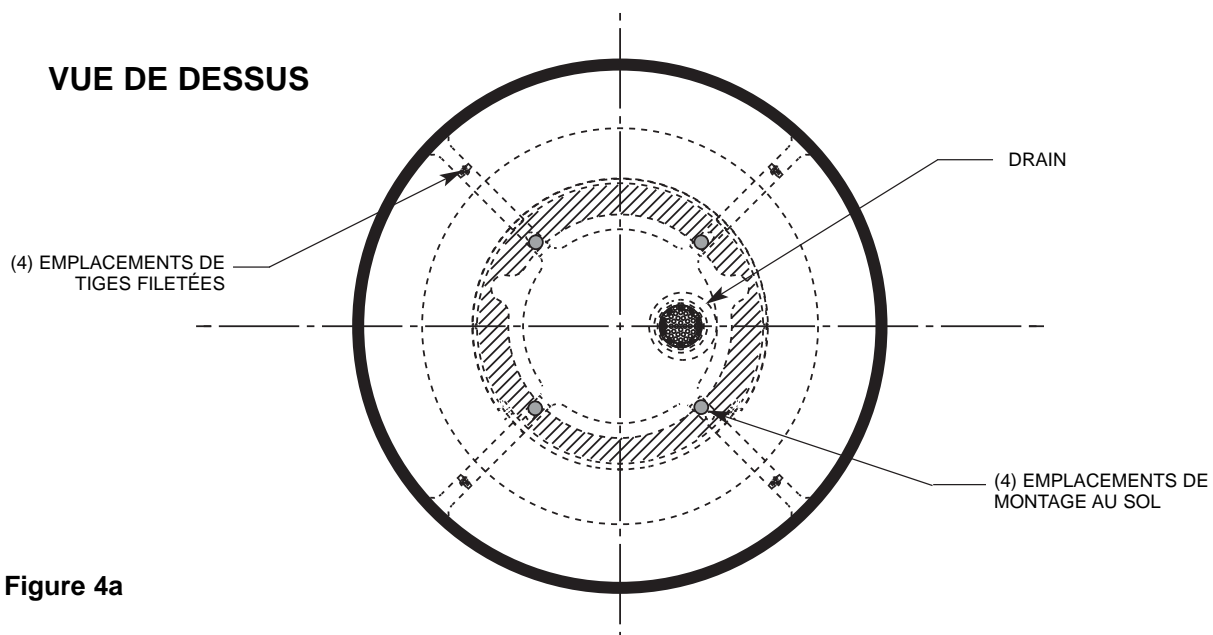

Figure 4a
A POSITIONNER LE SOCLE À L'EMPLACEMENT SOUHAITÉ ET MARQUER LA POSITION DES (4) EMBLEMES DE MONTAGE (VOIR FIGURE 4A).